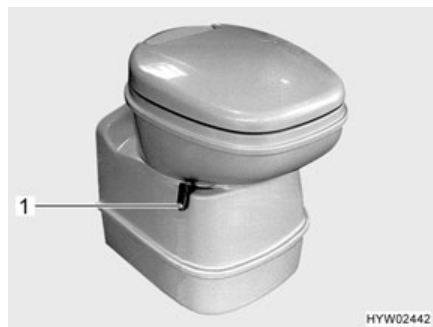
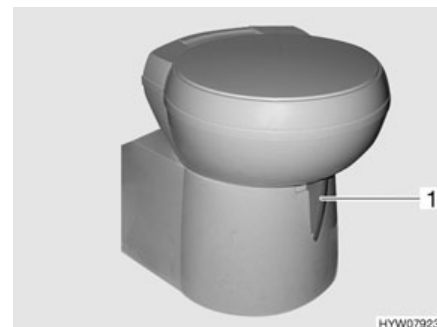

Fig. 249 Cuvette Thetford, orientable
Fig. 250 Cuvette Thetford, orientable (alternative)
- Avant d'actionner la chasse d'eau, ouvrir le curseur des toilettes Thetford. Pousser pour cela le levier du curseur (Fig. 249,1 ou Fig. 250,1) dans le sens inverse des aiguilles d'une montre.
- Pousser le levier du curseur (Fig. 249,1 ou Fig. 250,1) dans le sens des aiguilles d'une montre. Le curseur se ferme. Pour la vidange il **faudra** que le curseur des toilettes Thetford soit fermé.